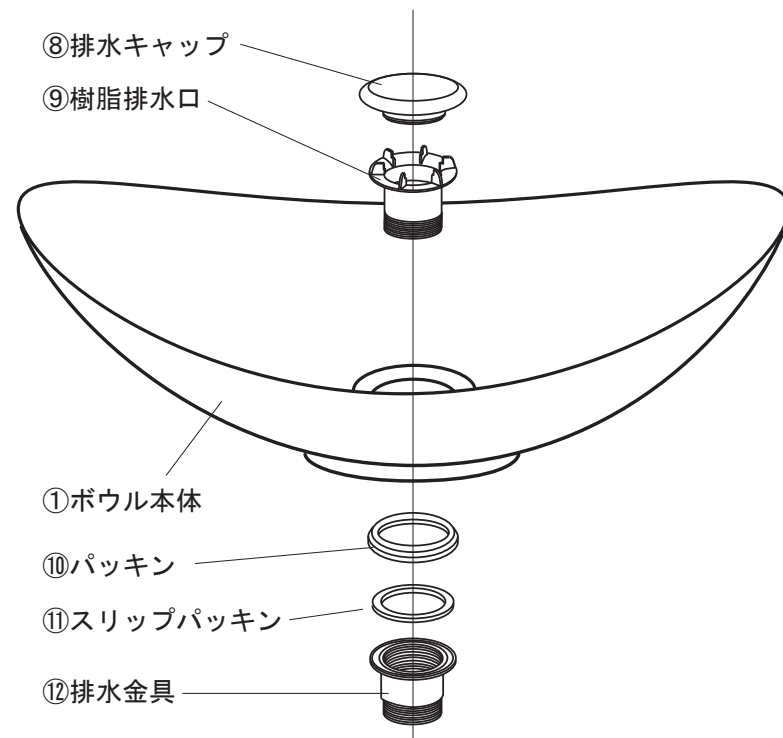

図6
6) ⑨～⑫までの排水部材を図6の順番で①ボウル本体へ、水漏れのないようにしっかりと取付けてください。